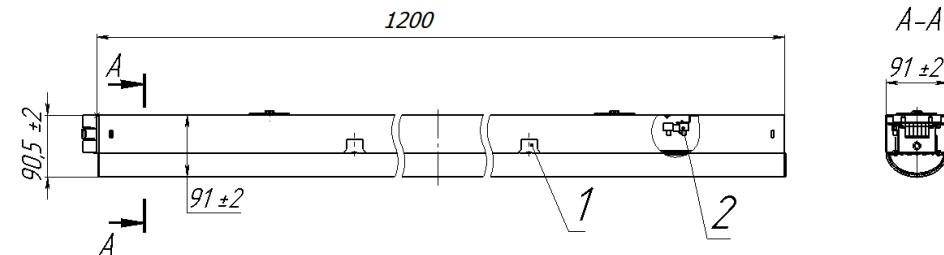

Рисунок 1
2.1 Светильники серии GALAD Маркет ПРО LED-38 (рисунок 1) предназначены для освещения общественных зданий, торговых рядов, фойе, коридоров. Светильники устанавливаются в световую линию и, соединенные между собой, представляют конструкцию любой длины (как и при использовании дополнительных аксессуаров).